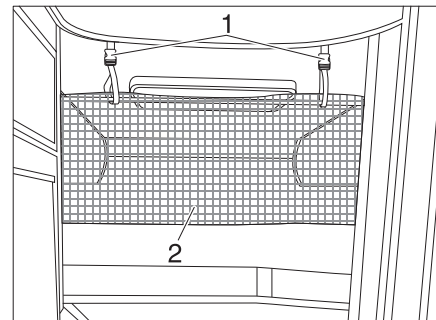

Fig. 151 Filet de sécurité
Le filet de sécurité (Fig. 151,2) de série est rangé entre le matelas et le sommier à lattes. Ne tendre le filet de sécurité qu'une fois que la personne se trouve dans le lit.
- Faire s'enclencher les sangles de retenue (Fig. 151,1) dans les œillets du plafond.